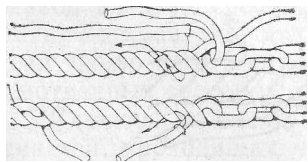

Рис. 126. Сплесень с цепью.
*Сплесень с цепью.* Применяется для сращивания троса с цепью, если трос слишком толстый и не проходит в цепь. Одну прядь выводят из троса приблизительно на семь витков, а затем две другие пряди обносят вокруг последнего звена цепи (рис. 126). По-